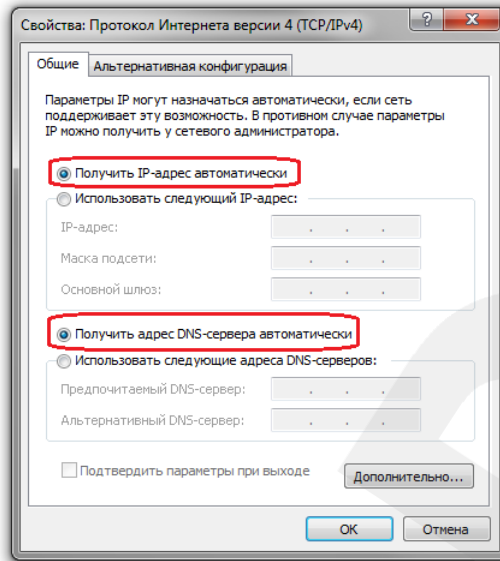

Рис. 5.6
1. Получить IP-адрес автоматически: IP-адрес назначается автоматически DHCP-сервером (Рис. 5.6). Если IP-адрес Вашему ПК выдается автоматически, тогда для определения параметров локальной сети перейдите к пункту 5.1.1 данного Руководства.